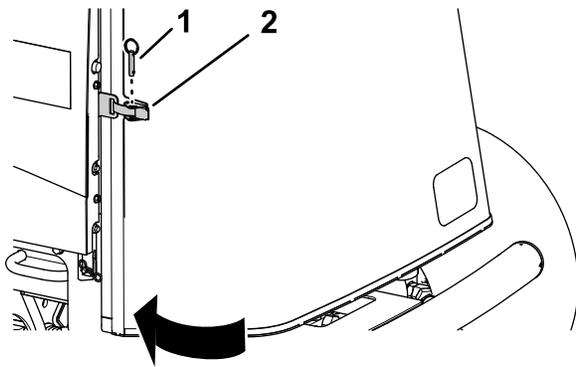

Figura 62
1. Feche e tranque o filtro (Figura 62)